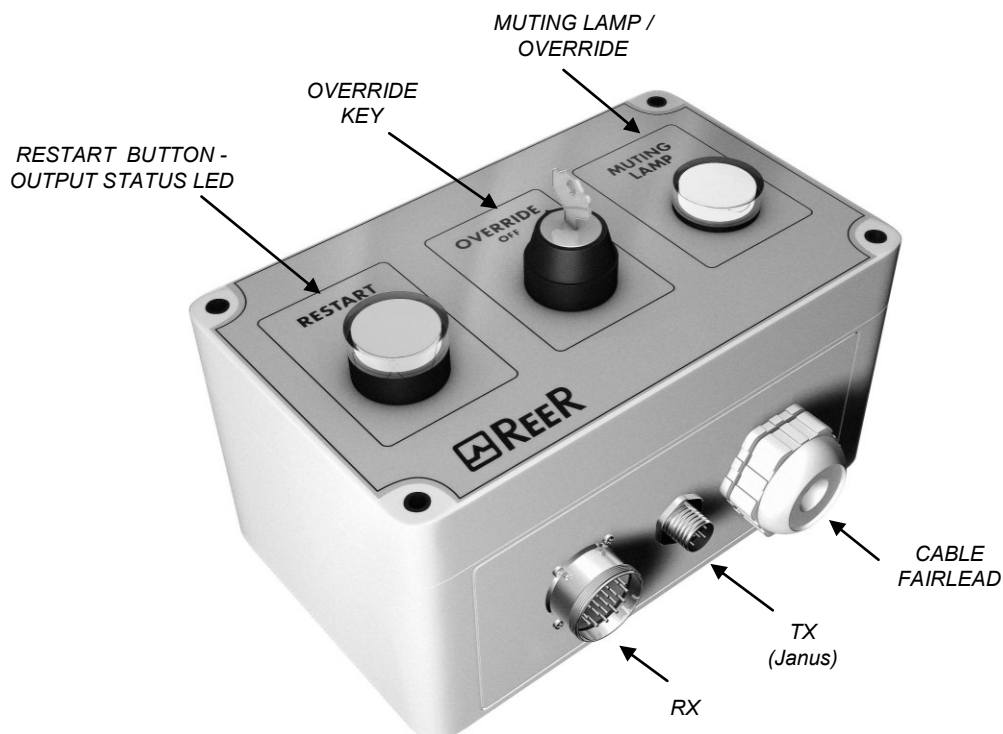

Figure 1 - MJB1/MJB3
- La barriera dovrà essere collegata mediante i cavi ai rispettivi connettori M23 e M12 (Fig. 1 e 2).